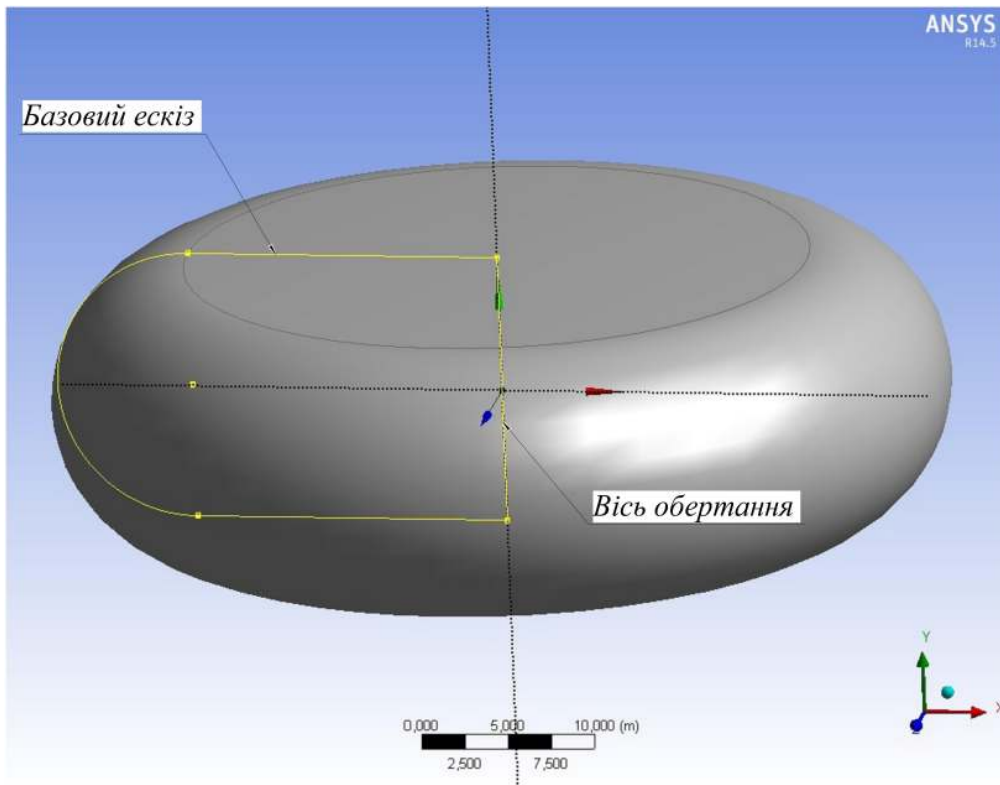

Рис. 4.3. Результат застосування команди *Revolve*
- Обертання **Revolve** дозволяє отримати тіло обертання шляхом повороту базового ескізу навколо заданої вісі (рис. 4.3). Опції **Base Object**, **Operation** та **Direction** аналогічні команді **Extrude**. Опція